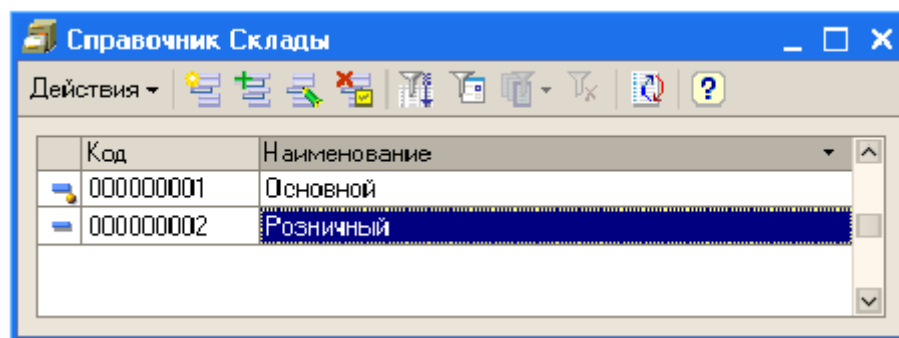

Рис. 38
- запустите 1С:Предприятие в режиме отладки и откройте справочник **Склады** (рис. 38);